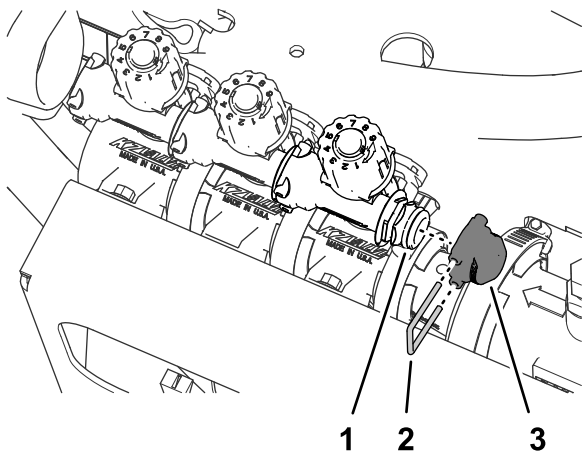

Figura 65
3. Retire o retentor que prende a tampa à união de desligação rápida da válvula de distribuição e retire a tampa (**Figura 65**).